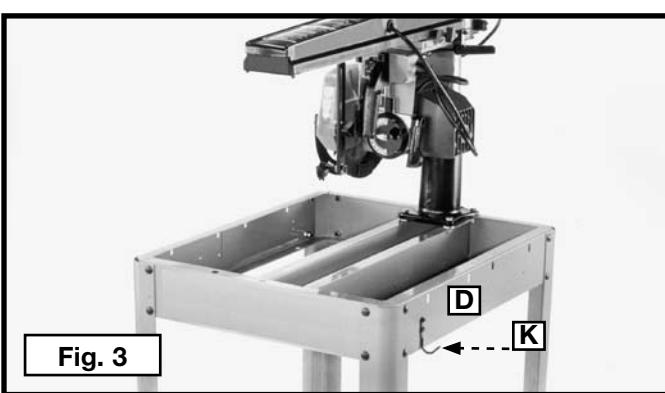

Fig. 3
Monte el gancho de llave (K) Fig. 3 al lado delantero derecho (como se muestra), o al lado posterior izquierdo de la base de la sierra (D), utilizando dos tornillos de chapa #10 x 1/2 de pulgada.